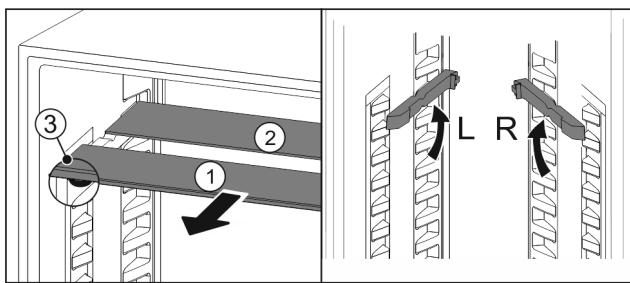

Fig. 31
- Extrageți Fig. 31 (1) pe rând plăcile de sticlă spre înainte.
- Placa de sticlă Fig. 31 (1) cu șipca decorativă se află în față.
- Opritoarele Fig. 31 (3) indică în jos.